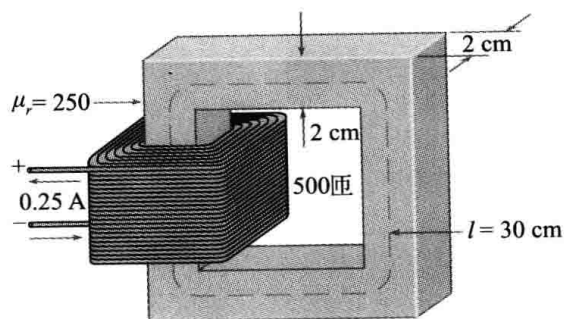

图 7-50
15. 在图 7-50 中, 不改变磁心的物理特性, 试问
16. 在图 7-50 中, 如果绕组有 100 匝, 试确定